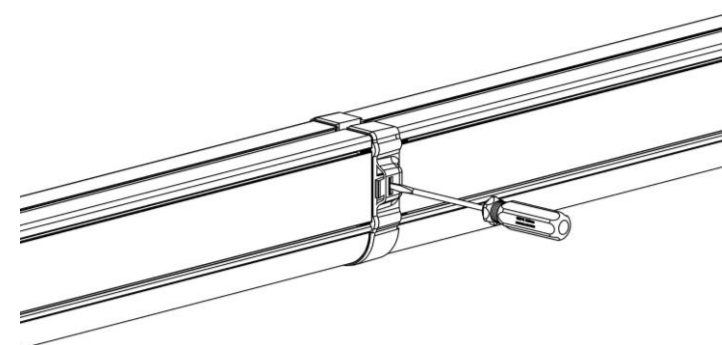

Рисунок 7 Разъединение разъемов EASY LOCK
5.5 Для разъединения разъемов необходимо надавить на защелки плоской отверткой (рис.7) и нажав на язычки разъединить светильники.